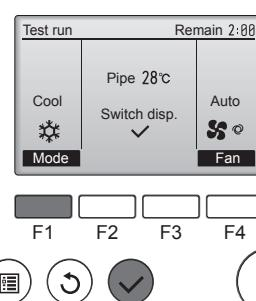

Fig. 8-3
- Appuyez sur la touche [F1] pour changer de mode de fonctionnement. (Fig. 8-3)